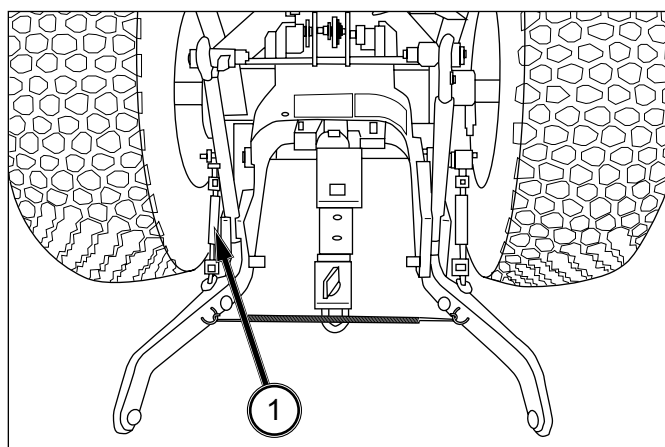

FIG. 5-36
FIG. 5-36: Il faut limiter le mouvement latéral de certains équipements. La chaîne de sécurité (1) à chaque bras inférieur doit être réglée de manière uniforme pour réduire le mouvement latéral. Évitez cependant d'éliminer tout jeu latéral sous peine d'endommager la chaîne ou le bras inférieur.